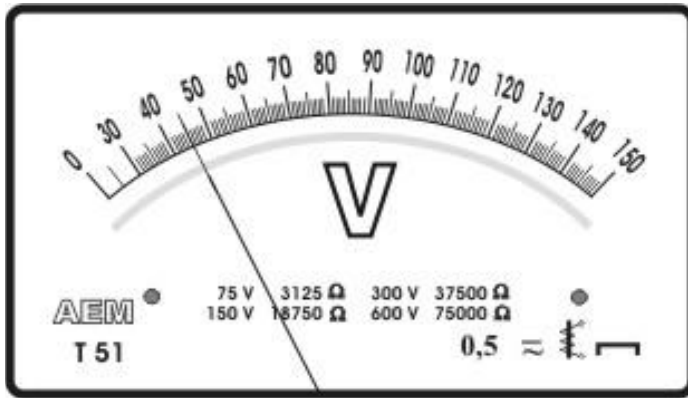

Fig. 1
- a) precizați semnificația simbolurilor de pe cadranul aparatului analogic din fig.1; 20p